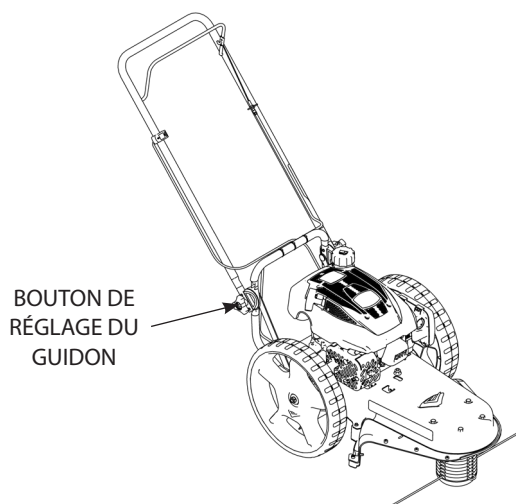

FIGURE 2B
4. Serrer les boutons de réglage du guidon. Vérifier que les pivots du guidon sont bloqués en place. **VOIR FIGURE 2B.**